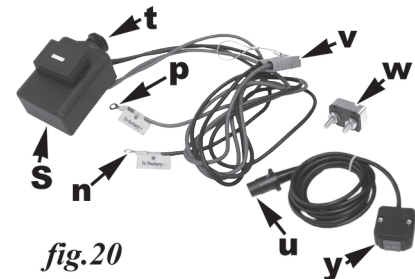

fig.20
Le boîtier de commande comprend un transpondeur qui peut se connecter à un interrupteur sans fil de commande à distance (en option à un coût supplémentaire). Il y a aussi un contrôle câblé de commande pour le treuil (y, fig.20) inclus pour faire fonctionner votre chasse-neige.
1. Fixer le boîtier de commande (s, fig.20) sur le véhicule dans le compartiment moteur. Montez-le en toute sécurité, loin des pièces en mouvement et des sources de chaleur. Prendre en considération la quantité de fil disponible pour accéder à la batterie du véhicule et le quantité de fil disponible pour se connecter aux conducteurs de treuil.
2. Faites parcourir le fil rouge (p, fig.20) et noirs (n, fig.20) attachés au connecteur bleu de 2 pouces (v, fig.20) vers l'avant à un point à l'extérieur à l'avant du véhicule près de l'attache, où la fiche peut être facilement connecté au chasse-neige. Laissez un peu de mou.
4. Le fil rouge doit être connecté à la borne positive de la batterie avec un disjoncteur en ligne de 35 ampères (w, fig.20) ou une fusible. Le circuit de 35 ampères est nécessaire pour éviter d'endommager le système électrique soit le treuil ou du véhicule.
5. Passer le câble de commande de sorte que l'interrupteur (y, fig.20) qui va dans la cabine du véhicule et la prise (u, fig.20) se raccorde à la douille dans la partie supérieure du boîtier de commande (t, fig.20).